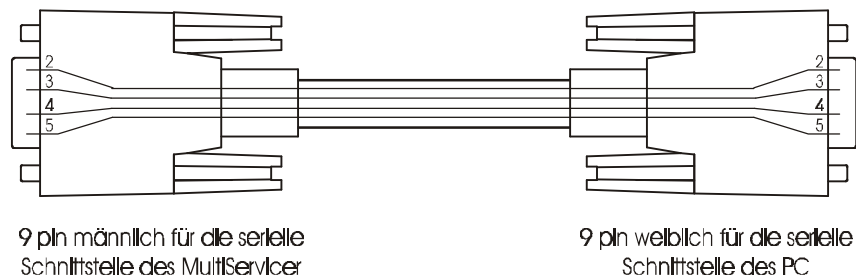

Bild 59. Schnittstellenkabel RS 232
SCHRITT 1. Verbinden Sie Multiservicer und PC mit einem Schnittstellenkabel entsprechend Bild 59.